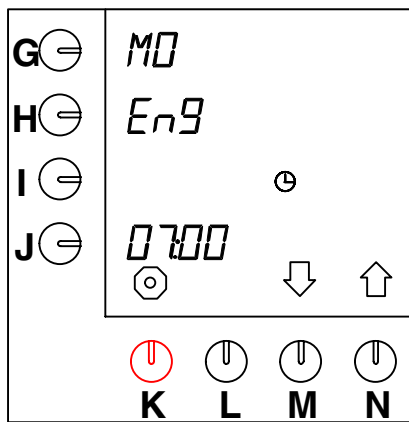

Abb. 41 Einstellen der Sprache
- Nach 10 Sekunden erscheint neben der Programmier Taste blinkend die Standardeinstellung "EnG" (Abb. 41 ).